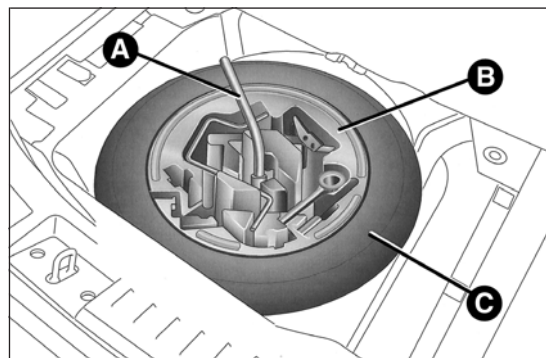

fig. 109
- ☐ utilizando la llave A fig. 109 situada en la caja de herramientas, aflojar el dispositivo de bloqueo, tomar la caja de herramientas B y colocarla al lado de la rueda que se debe sustituir. A continuación, tomar la rueda de repuesto C;